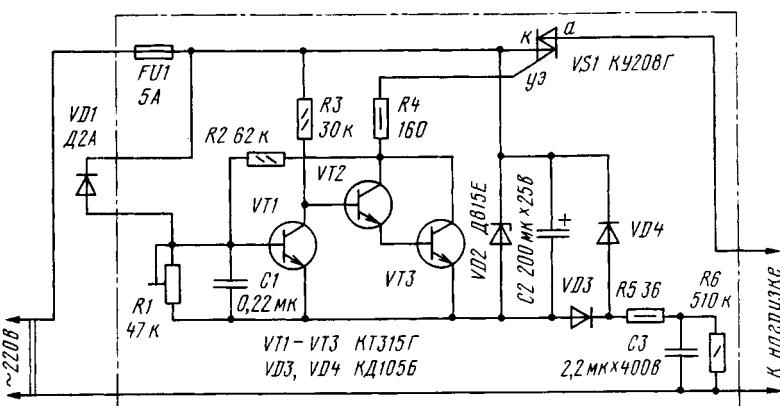

рис.1
**Автоматический выключатель чайника** описан в статье **В.Зайцева** ("Радио", 6/99, стр.35). В крышке чайника надо просверлить отверстие, в которое вставить трубку с термочувствительным элементом (германиевый диод типа D2A). В момент закипания воды поток пара устремляется в трубку, что фиксируется термочувствительным элементом. Схема выключателя показана на **рис.1**. При холодном корпусе диода-датчика VD1 его обратный ток мал и триггер, собранный на транзисторах VT1 – VT3, находится в исходном состоянии, при котором VT1 закрыт, а VT2 и VT3 открыты. Открытое состояние транзистора VT3 вызывает отпирание симистора VS1, в результате нагревательный элемент чайника подключается к сети. При закипании воды обратное сопротивление диода VD1 уменьшается, транзистор VT1 открывается и триггер переходит в противоположное состояние, при котором транзисторы VT2 и VT3 закрыты. Симистор VS1 запирается, и нагревательный элемент отключается. Необходимо помнить, что все элементы устройства находятся под напряжением сети, поэтому они должны иметь надежную изоляцию.